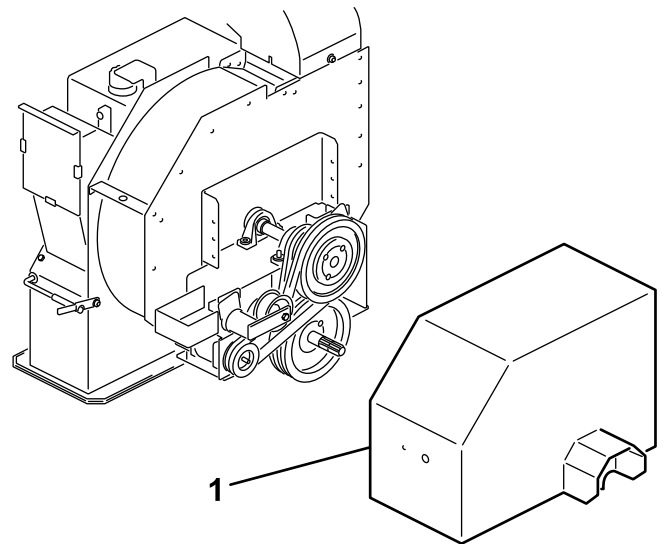

Bild 12
1. Nehmen Sie das Antriebsschutzblech über die Riemenscheibe ab (**Bild 12**).
2. Lösen Sie hinten am Rahmen die Schraube, mit der der Riemen Spanner am Rahmen befestigt ist (Bild 12).
1. Lösen Sie die Schrauben und Muttern, mit denen das Antriebsschutzblech am Impellergehäuse (Bild 12) befestigt ist, und nehmen Sie das Schutzblech ab.